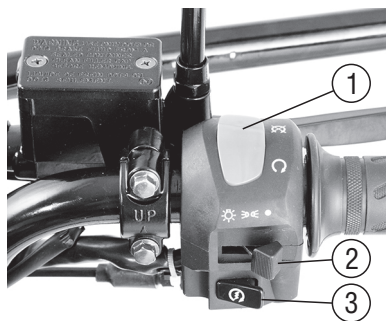

Рис. 6. Блок переключателей на руле правый
**Стоп-двигатель** (рис. 6, поз. 1) имеет два фиксированных положения:
**Выключатель световых приборов** (рис. 6, поз. 2) имеет три фиксированных положения:
- ☎ **Кнопка электростартера** (рис. 6, поз. 3) служит для запуска двигателя.